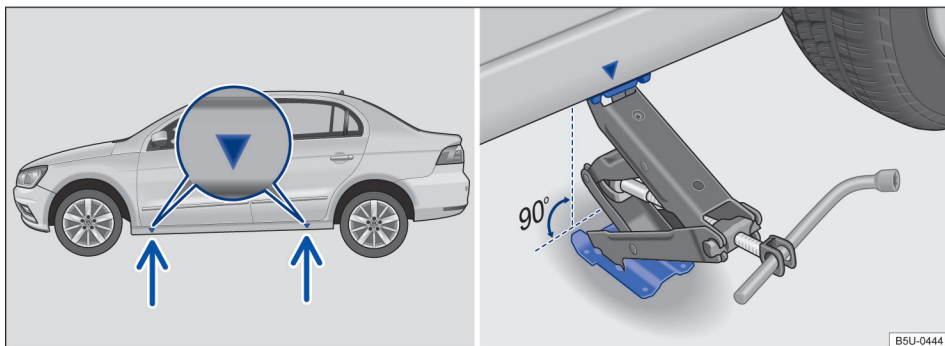

Fig. 146 Pontos de apoio do macaco e macaco posicionado no lado esquerdo traseiro do veículo.
O macaco somente pode ser posicionado nos pontos de apoio indicados (marcação na carroceria) → Fig. 146. É válido o ponto de apoio localizado próximo à roda correspondente → ⚠.
7. Procurar sob o veículo o ponto de apoio do macaco → Fig. 146, mais próximo da roda a ser trocada.
9. Garantir que a base do macaco, com toda sua superfície, esteja sobre o chão e que a base se encontre perpendicularmente abaixo do ponto de colocação → Fig. 146.
10. Alinhar o macaco e, simultaneamente, levantar a garra do macaco até ela se encaixar na travessa debaixo do veículo → Fig. 146.
- Posicionar o macaco somente nos pontos indicados. A garra do macaco deve se encaixar no perfil da longarina de forma segura → Fig. 146.